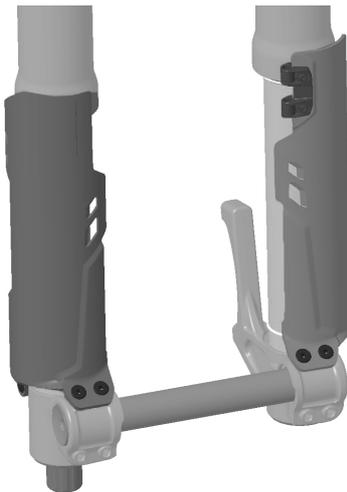

Figura 1: protectores de horquilla instalados
1. Instale cada protector de horquilla como se muestra (Figura 1).